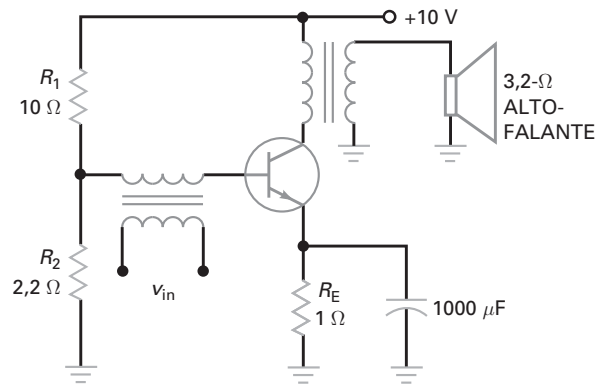

Figura 10-40
- 10-21** Se $V_{BE} = 0,7 \text{ V}$ na Figura 10-40, qual é a corrente CC no emissor?
- 10-22** O alto-falante na Figura 10-40 é equivalente a uma resistência de carga de 3,2 Ω . Se a tensão no alto-falante for de 5 V pp, qual é a potência na saída? Qual é a eficiência no estágio?